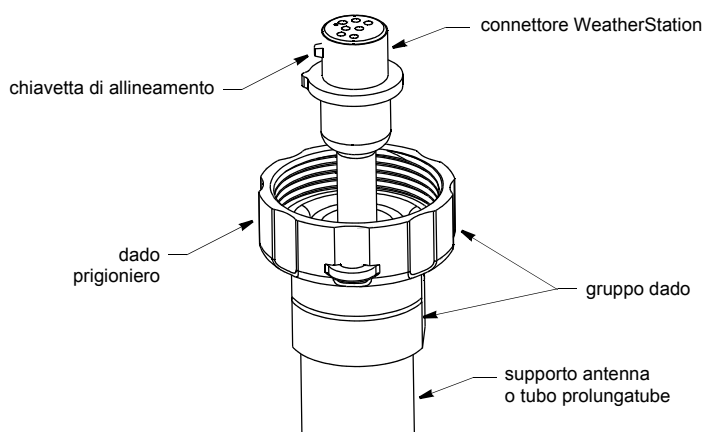

Figura 5. Collegamento del cavo allo strumento WeatherStation
1. Con il gruppo dado sul cavo vicino al connettore WeatherStation, infilate il cavo attraverso il tubo di prolunga (se utilizzato), il supporto dell'antenna e l'uscita del cavo. Assicuratevi di lasciare sufficiente cavo libero oltre il gruppo dado (vedi Figura 5).